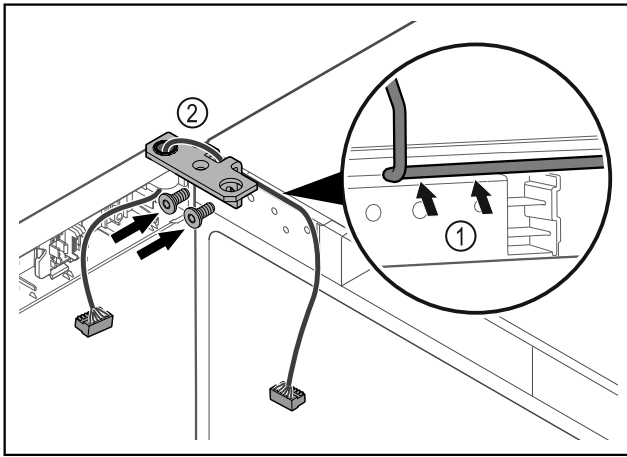

Fig. 62
- ▶ Περάστε το καλώδιο μέσα από το άνοιγμα της γωνίας μεντεσέ και τοποθετήστε το προσεκτικά Fig. 62 (1).
- ▶ Βιδώστε τη γωνία μεντεσέ Fig. 62 (2).